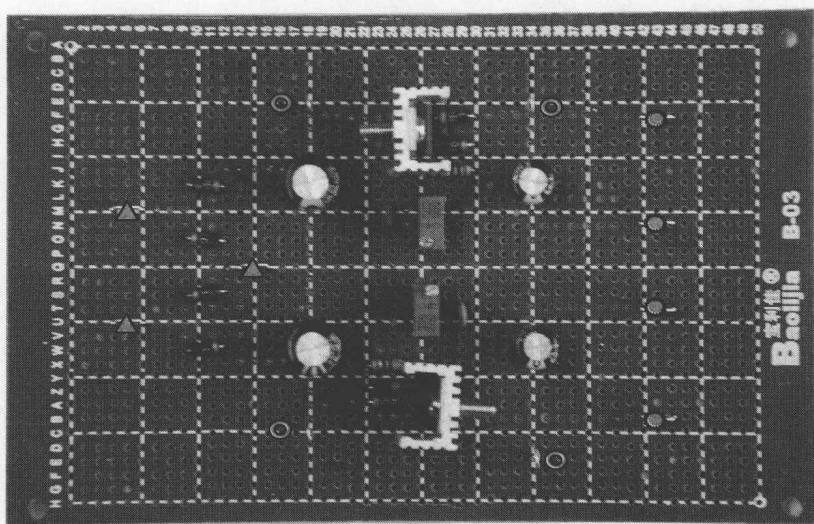

图 1-7 用万用板焊接的引出电源端和测试点的三端可调双电源稳压电路
④ 引出电源线和测试点如图 1-7 所示，“▲”表示电源，“●”表示输出，“◎”表示测试点；